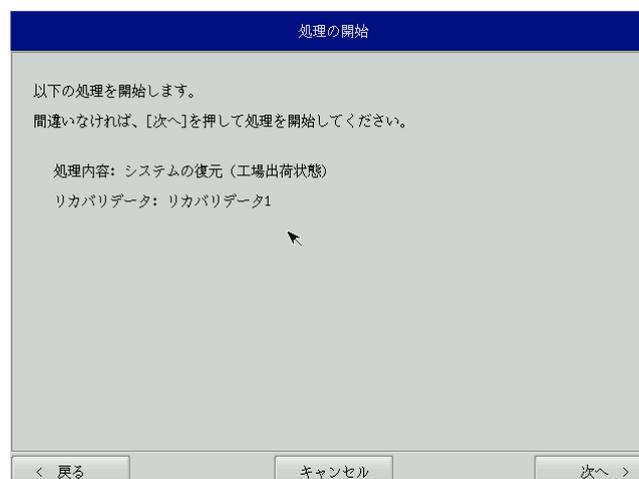

図 7-2-3. 確認画面
- ⑦ 確認画面（図 7-2-3）が表示されます。リカバリデータを確認し、[次へ]ボタンを押して処理を開始します。